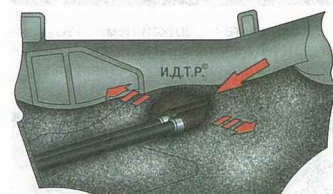

Рис. 6.6. Разрезание шумоизоляционной обивки тоннеля пола для получения доступа к креплению уплотнителя тросов управления коробкой передач
16. Для получения доступа к креплению уплотнителя тросов (он прикреплен к основанию кузова изнутри салона) нарежьте шумоизоляционную обивку тоннеля пола (рис. 6.6) и разведите ее края в стороны.